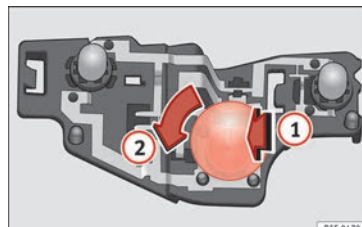

Fig. 115 Posizione delle lampadine nel portalamпада.
- Premere leggermente la lampada difettosa verso il portalamпада **1**, ruotarla quindi verso sinistra **2** ed estrarla » **fig. 115**.